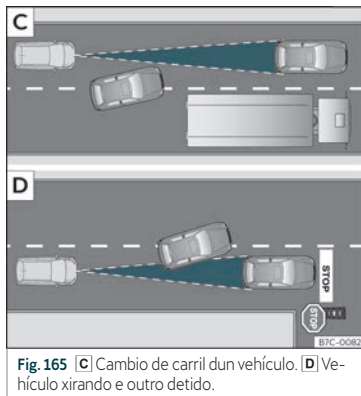

Fig. 165 C) Cambio de carril dun vehículo. D) Vehículo xirando e outro detido.
- Vehículos que cambien ao carril polo que vostede circula a pouca distancia do seu vehículo >>> **fig. 165 C**.
O ACC non reacciona ante vehículos parados. Se por exemplo, un vehículo detectado polo ACC xira ou se afasta e diante do mesmo atópase un vehículo parado, o ACC non reaccionará ante este»» fig. 165 [D].